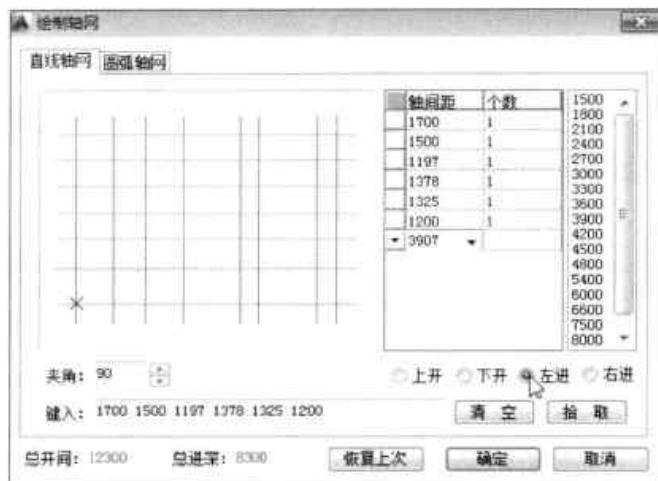

图16-22 输入左进轴线尺寸值
**Step 05** 单击“左进”单选按钮，并输入轴线尺寸值，如图 16-22 所示。